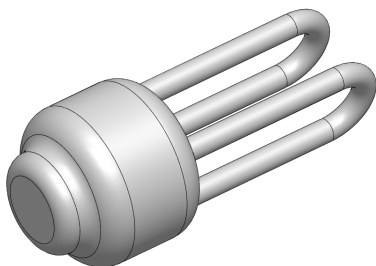

图 16-15 创建圆角特征
(7) 单击【确定】按钮，即可创建圆角特征，如图 16-15 所示。